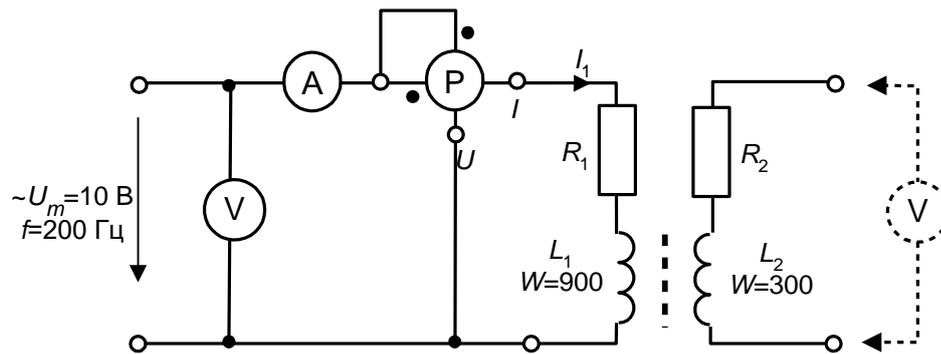

Рис. 11.3
- Соберите цепь по принципиальной схеме, изображённой на рис. 11.3..